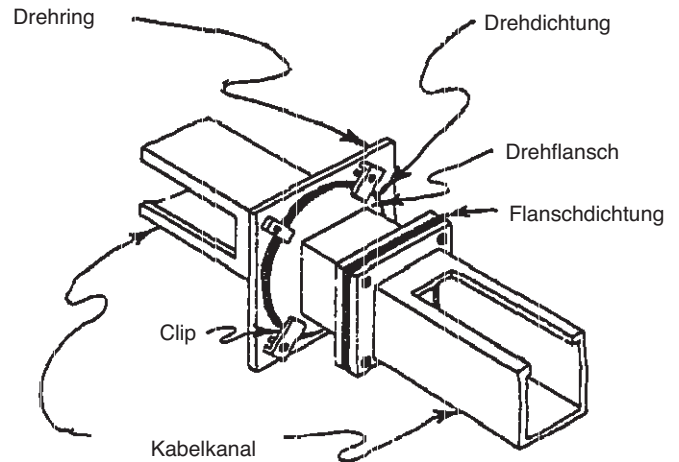

Abb. 7
1. Richten Sie den Kabelkanal, die Flanschdichtung, den Drehring, die Drehdichtung und den Drehstutzen in dieser Reihenfolge aus (Abb. 7 und 8). bringen Sie die Clips über dem runden Flansch des Drehstutzens an und montieren Sie die Schrauben und Muttern.
1. Richten Sie den Kabelkanal, die Flanschdichtung und den Drehring in dieser Reihenfolge aus (Abb. 7 und 8). Bringen Sie den Drehring am Kabelkanalflansch mit vier Senkkopfschrauben und Muttern an. Richten Sie die runde Drehdichtung und den Drehstutzen am Drehring aus. Bringen Sie nun die Clips über dem runden Flansch des Drehstutzens an und montieren Sie die Schrauben und Muttern.